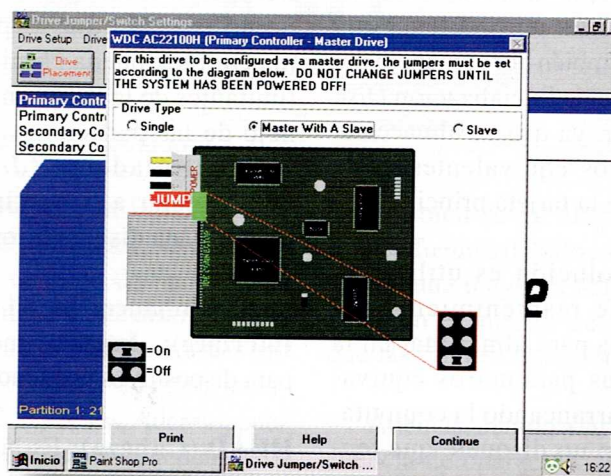

Figura 4.19. Selección de disco duro maestro esclavo
- Que el disco duro no esté bien configurado desde el punto de vista de hardware. Todos los discos tienen un juego de *jumpers* que determinan si el disco duro es primario (*master*) o secundario (*slave*) como se observa en la figura 4.19.
- Si está bien configurado, debemos observar que el cable plano de datos esté bien conectado, tanto en la tarjeta principal como en el disco. Recuerde que debe coincidir el punto uno (1) con el lado que se encuentra pintado (ver el capítulo 3 de actividades prácticas).